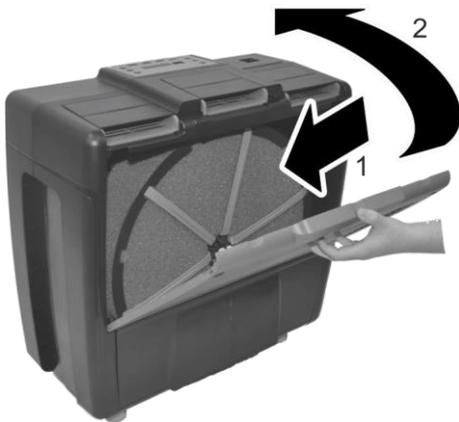

Abb. 19: Ausblasgitter schließen
4. → Ausblasgitter in die Führungen stecken (Abb. 19/1) und an das Gerät drücken (Abb. 19/2).